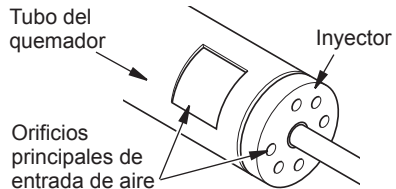

Figura 37 - Quemador y soporte del inyector
2. Inspeccione el quemador, el piloto y los orificios de entrada de aire principales del inyector en busca de polvo y suciedad (consulte Figura 37).